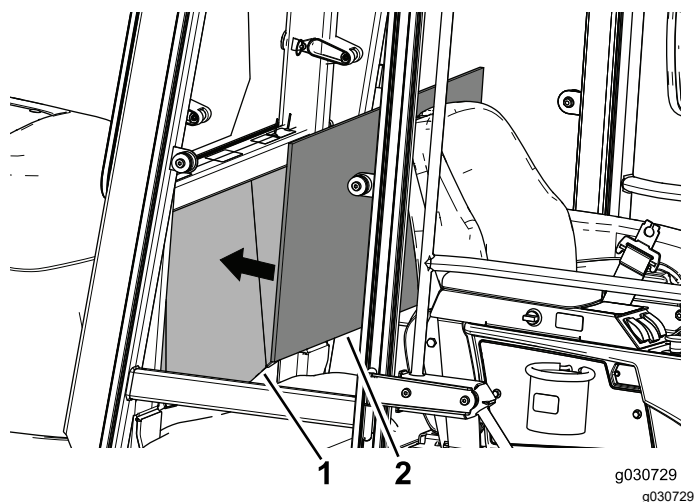

Рисунок 32
2. Для правильной посадки панели обшивки совместите ее с центром задней панели внутри кабины (Рисунок 32).